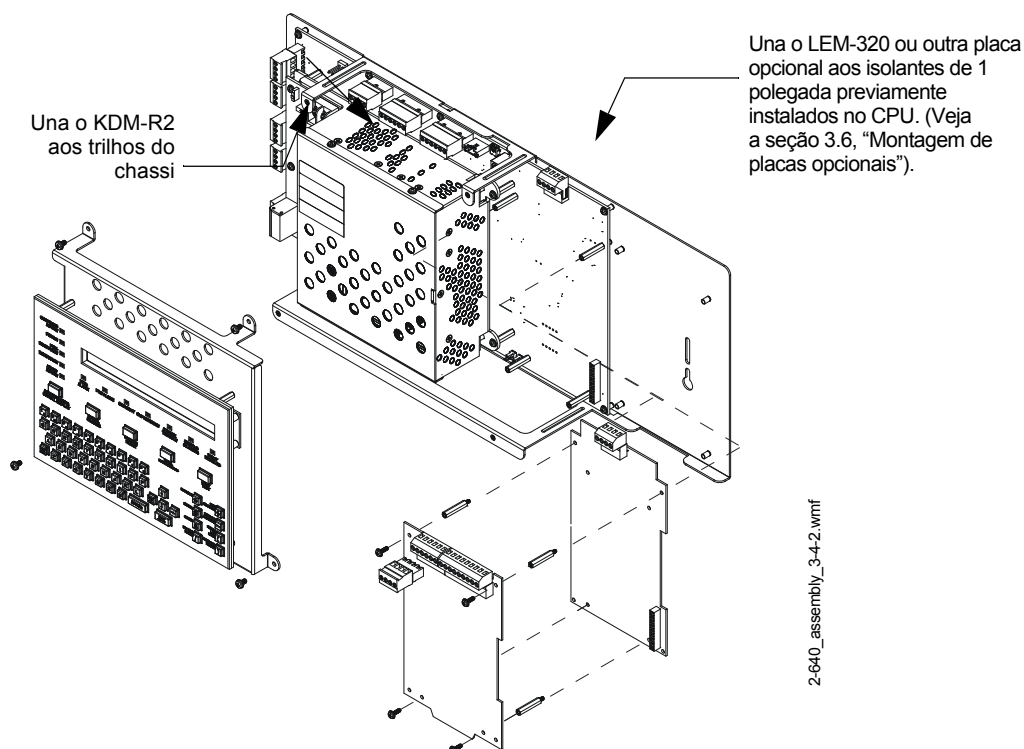

Figura 3.8 Ajuste de placas opcionais atrás do KDM-R2
- Alinhe o teclado com os orifícios de montagem como indicado na figura 3.8 e parafuse-o.